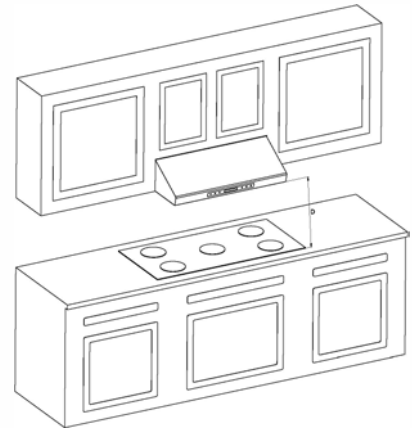

Fig. 1
- Si vous choisissez d'installer la hotte comme indiqué à droite (Fig. 1) à une distance (DJ) de la surface de cuisson, faites preuve d'une vigilance particulière, car la surface de la hotte peut devenir extrêmement chaude au toucher. Pour cette unité, la distance (DJ) dans la Fig. 1 est de 458 mm à 710 mm (18 à 28 pouces). Si vous optez pour une installation à 18 pouces, la surface de l'appareil sera très chaude si vous cuisinez à pleine puissance pendant un certain temps.